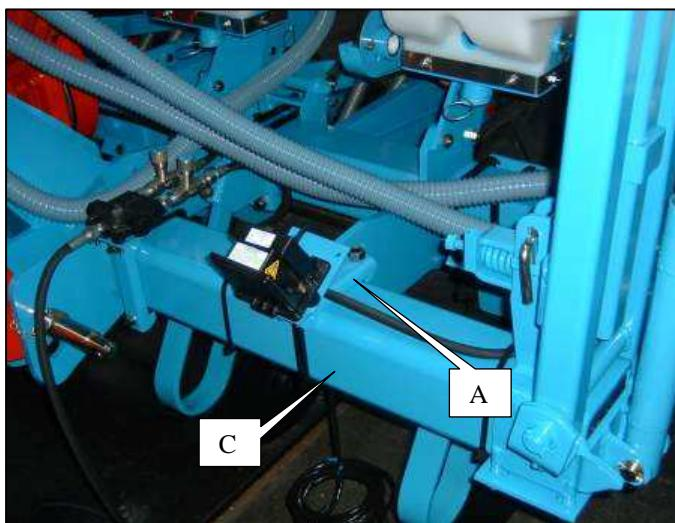
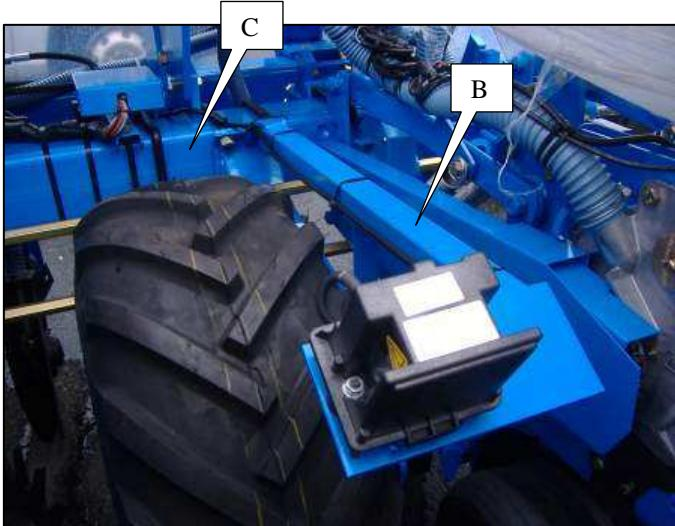

Fig. 1
Fig. 2
Le kit de montage comprend un support de fixation sur semoir A (Fig.1) ou un support de fixation sur bloc roue B (Fig.2)
-Installer le support sur le châssis du semoir C (voir Fig.1 et 2).
The assembly kit includes a mounting A (Fig.1) or B (Fig.2).
The assembly kit includes a securing bracket on the seeder A (Fig.1) or a securing bracket on the wheel unit B (Fig.2)
-Mount the bracket on the seeder frame C (see Fig.1 and 2).
Das Montagekit schließt einen Befestigungsträger auf Sämaschine A (Abb. 1) oder einen Befestigungsträger auf Radeneinheit B (Abb. 2) ein.
- Montieren Sie den Träger auf das Fahrgestell der Sämaschine C (siehe Abb. 1 und 2).